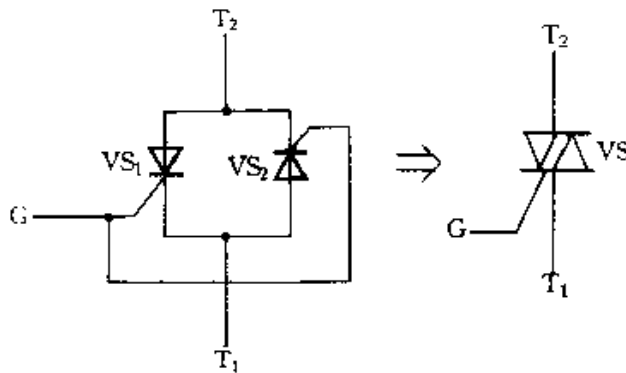

图 3-88
② 双向晶闸管可以用两个单向晶闸管代替。如图 3-88 所示,两个单向晶闸管 VS_1 、 VS_2 反向并联后,等效为一个双向晶闸管 VS 。两个单向晶闸管 VS_1 、 VS_2 的控制极并联后作为双向晶闸管 VS 的控制极, VS_1 、 VS_2 的阳极和阴极交叉并联后作为 VS 的两个主电极 T_1 、 T_2 。